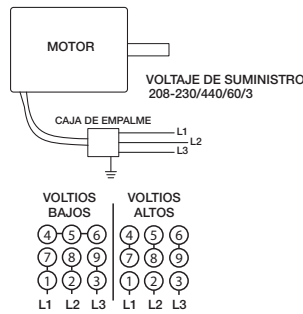

Figura 16 — Diagrama de Cableado
1. Conecte la alimentación según los códigos NEC y locales. Consulte la Figura 16 para obtener el diagrama de cableado.